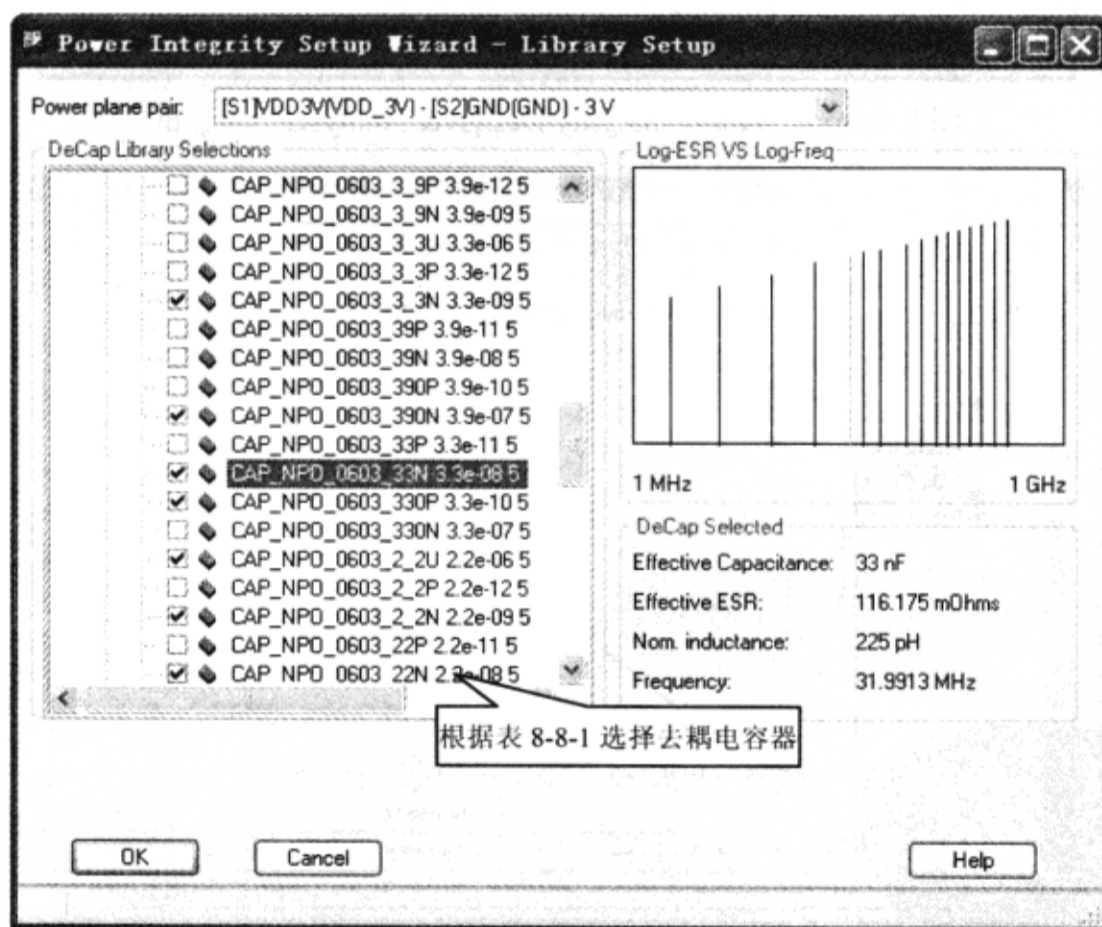

图 8-8-67 选择去耦电容器
(13) 向下滚动电容器列表，选择表 8-8-1 中所有的电容器，如图 8-8-67 所示。当在一个电容器上单击鼠标左键时，就会在窗口的右边显示电容器的电容值、等效串联电阻 (ESR)、额定电感值和谐振频率。观测电容器的谐振频率值是否处于 SigWave 窗口中由两条垂直游标所确定的频率范围之内。